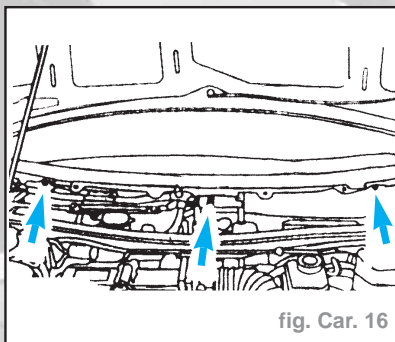

fig. Car. 16
- Déposer les trois écrous de fixation du rembourrage de planche de bord (fig. Car. 16).